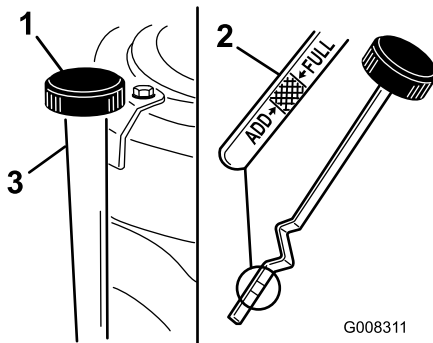

Figure 25
7. Nettoyez la surface autour de la jauge d'huile (Figure 25) pour éviter que des impuretés ne s'introduisent dans le goulot de remplissage, ce qui risquerait d'endommager le moteur.
8. Retirez la jauge d'huile et essuyez soigneusement l'extrémité métallique (Figure 25).
9. Revissez la jauge complètement dans le goulot de remplissage (Figure 25).
11. Nettoyez la surface autour du bouchon de la jauge de niveau d'huile et dévissez le bouchon (Figure 25).
12. Versez avec précaution environ 80 % de l'huile moteur dans le goulot de remplissage (Figure 25). voir Vidange de l'huile moteur et remplacement du filtre.